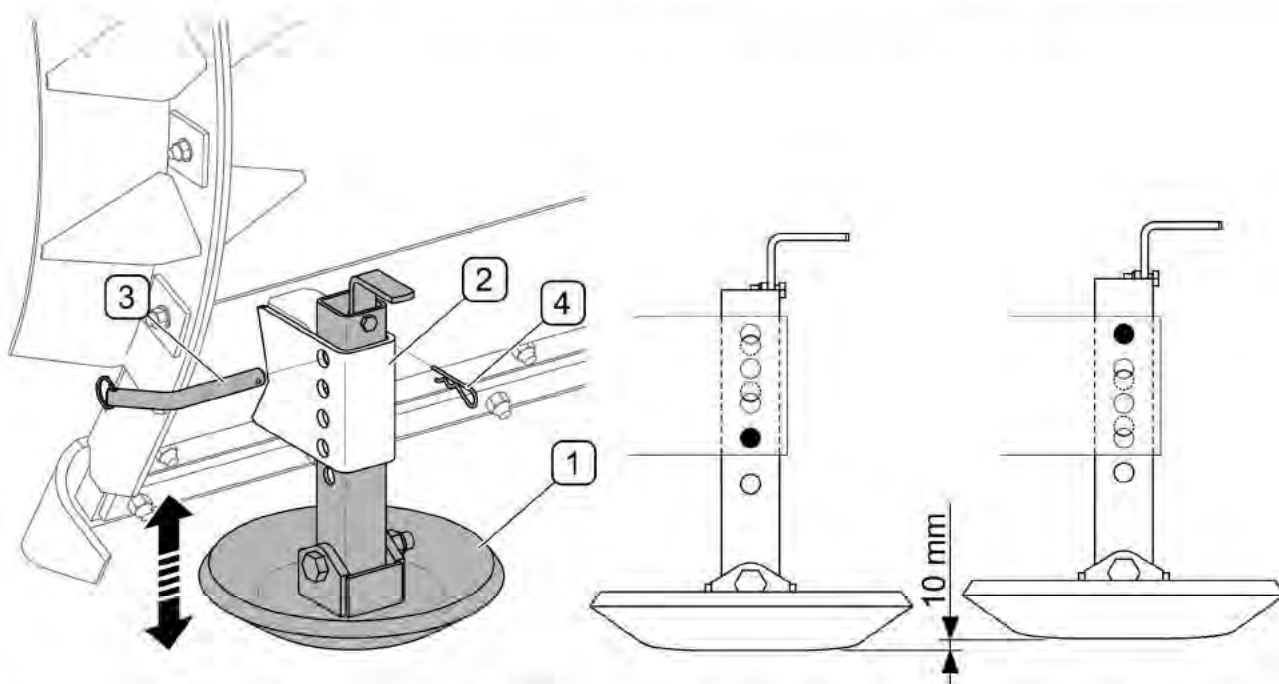

РИСУНОК 4.10 Регулирование рабочей высоты в плугах, оснащенных скользящими
(1)- скользящий; (2)- направляющая скользящего; (3)- шплинт; (4)- страховочная чека
В плугах PU-2600/PU-3300, оснащенных скользящими (РИСУНОК 4.10), регулирование рабочей высоты осуществляется путем перемещения скользящего (1) вверх или вниз в направляющей (2), для чего необходимо сначала вынуть блокировочный шплинт (3). Положение скользящего в направляющей можно изменять через каждые 10 мм, вставляя шплинт в одно из отверстий в направляющей. Требуемая высота скользящих фиксируется шплинтом (3) и упругой чекой (4). Скользящие правого и левого отвалов должны располагаться на одинаковой высоте. Рекомендуемое расстояние от нижней кромки отвала до очищаемой поверхности - $5 \div 10$ мм. Регулирование левого и правого скользящего осуществляется аналогичным способом.